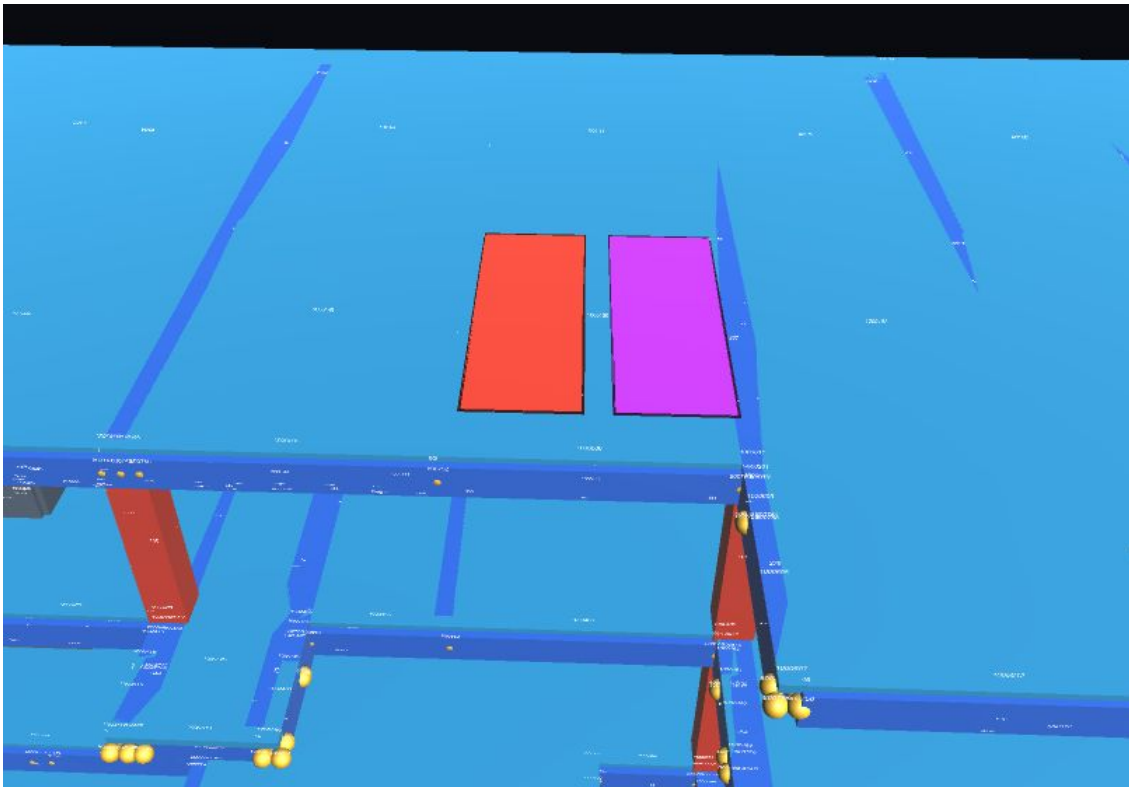

Figura 10: Cambio de área tributaria.
- Efecto visible en el viewer: actualización visual de la sección del elemento Figura 10.